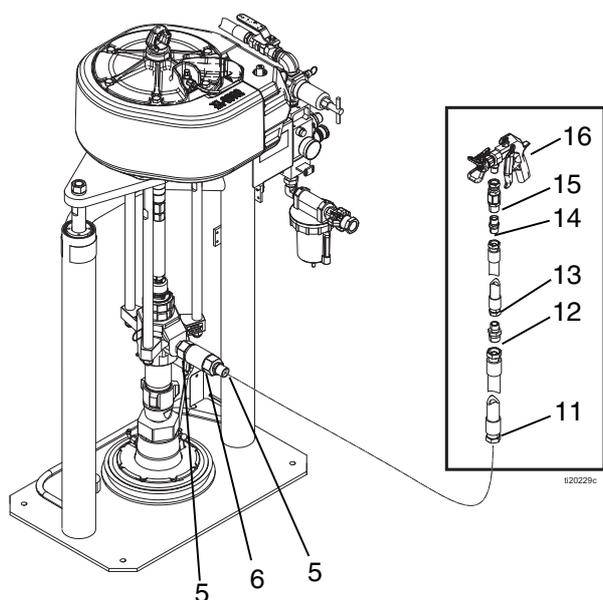

FIG. 6
**REMARQUE :** le kit 24P832 comprend les pièces 5, 6 et 11–16 de FIG. 6.
1. Lorsque l'on installe le kit 24P832 de tuyau de mélange et de pistolet, placer le mamelon (5), le clapet anti-retour (6) et le deuxième mamelon (5) sur la sortie de la pompe, comme indiqué sur FIG. 6.
2. Raccorder le tuyau d'air (11) fourni de 19 mm (3/4 po.) au mamelon (5). Voir FIG. 6.
3. Utiliser le mamelon réducteur (12) pour raccorder le tuyau anti-coup-de-fouet fourni de 12,7 mm (1/2 po.) (13) au tuyau (11) de 19 mm (3/4 po.).
4. Utiliser le mamelon (14) pour raccorder l'articulation (15) du pistolet au tuyau anti-coup-de-fouet (13).
5. Raccorder le pistolet (16) à l'articulation (15) du pistolet.